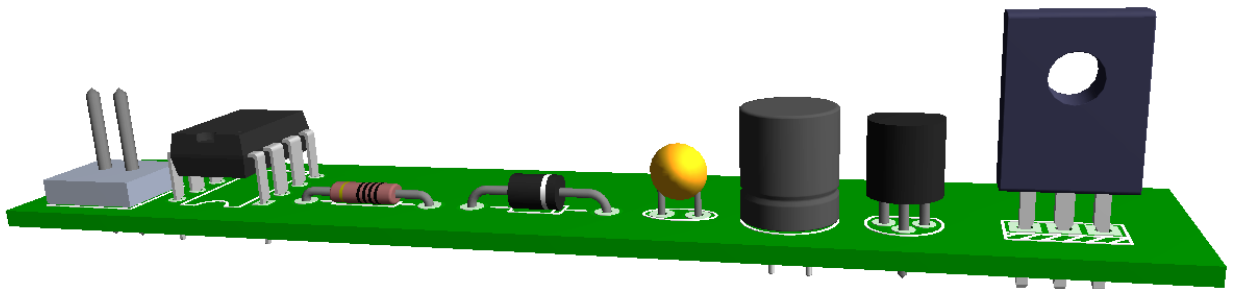

Рисунок 1 – Варіанти установки навісних елементів
3. При складанні пристрою резистори та діоди повинні мати тільки горизонтальну установку, конденсатори та транзистори вертикальну установку (рис. 1). Під час монтажу допускається заміна зіпсованих учасником радіоелементів.